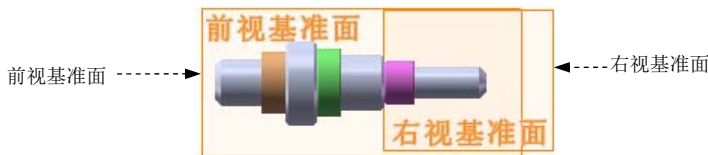

图 4.4.18 选取配合面
Step3. 定义第三个装配配合。在“配合”窗口的“标准配合”区域中单击“重合”按钮 ；分别选取图 4.4.18 所示“shaft”零件的前视基准面与“bush_3”零件的右视基准面为配合面，系统弹出快捷工具条；在快捷工具条中单击  按钮，完成第三个装配配合。